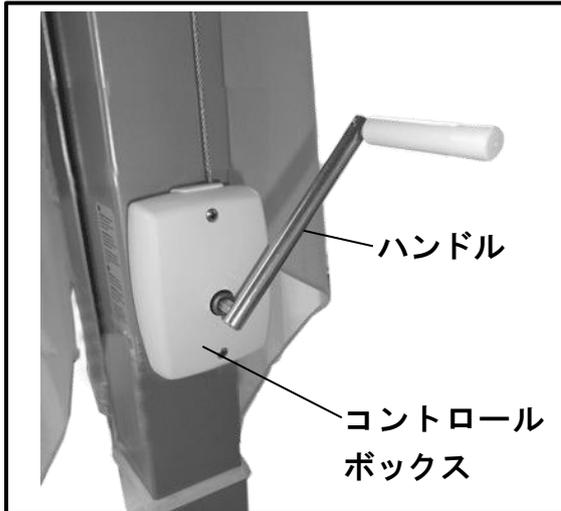

図.6
- ③ パラソル本体 (A) にあるコントロールボックスにハンドル (e) を差し込みます。(図.6)